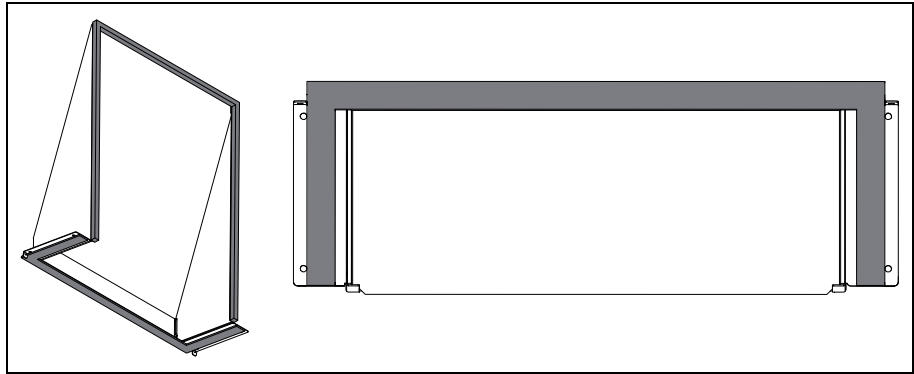

Abb. 18: Dichtung an Anlagefläche Vertikalteil zu Horizontalteil
- Kleben Sie die Dichtung (B21 x H3 mm) auf die Anlagefläche des Luftkanal-Vertikalteils zum Luftkanal-Horizontalteil (Abb. 18).